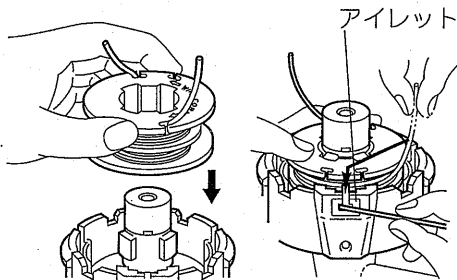

図4.スプールのおさめ方
7. スプールを押さえてコードを引っ張ってください。(図4)